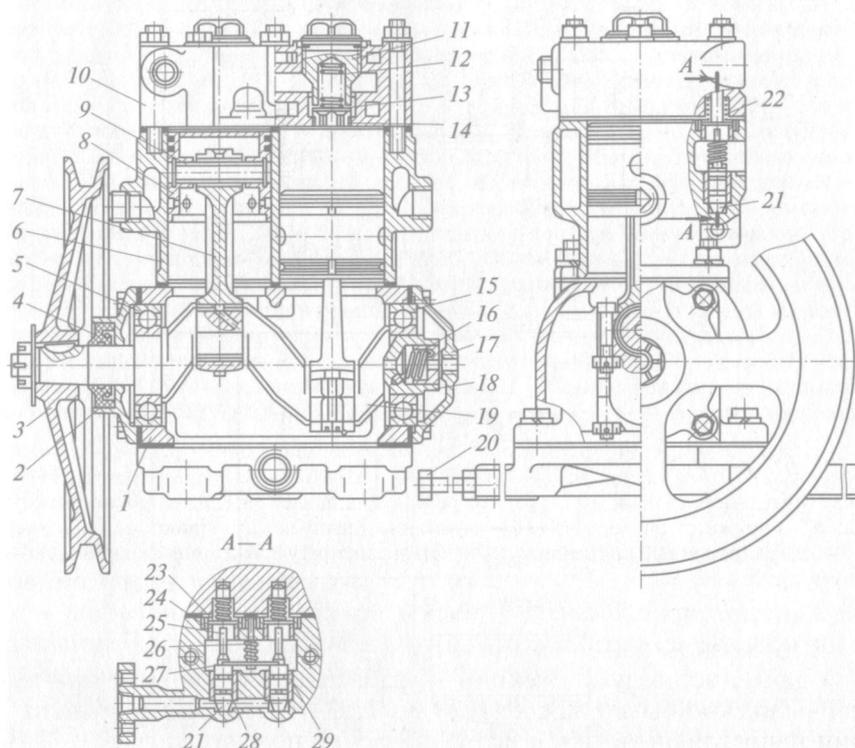

Рис. 5.12. Компрессор пневматического привода тормозов автомобиля ЗИЛ-130:
26. Изучить *устройство компрессора пневматического привода тормозов автомобиля ЗИЛ-130* (см. рис. 5.12).